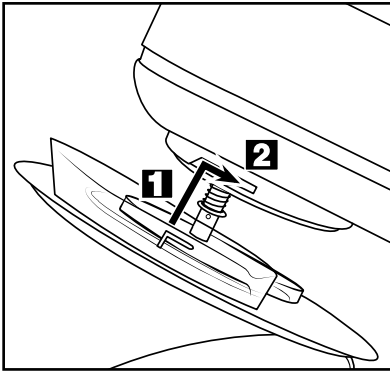

Fig. 1: montaggio del coperchio **9**
- Spingere il coperchio **9** dal basso sul braccio girevole **1** in modo che i fermi del coperchio **9** si innestino nelle guide del braccio girevole **1** (fig. 1 / **1**). La freccia sul coperchio **9** deve indicare il simbolo  sul braccio girevole **1**:
- Per bloccare il coperchio **9** ruotarlo nel senso della freccia , in modo che il fermo si innesti e il coperchio **9** resti ben saldo (fig. 1 / **2**).